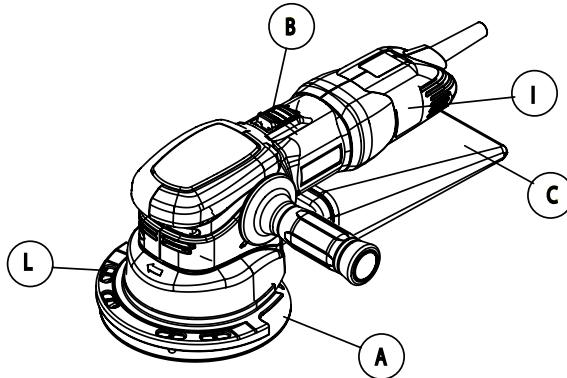
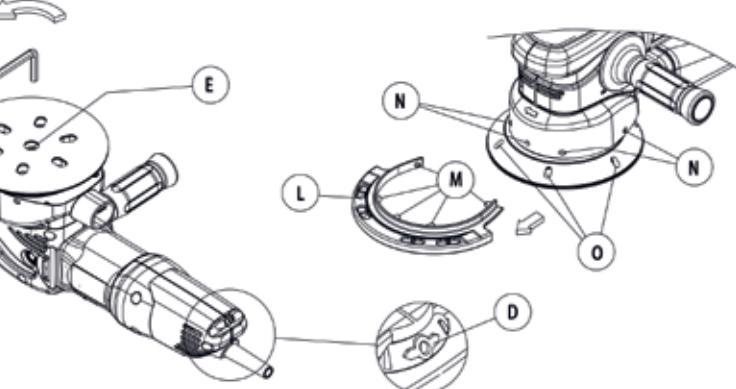

Fig. 1
Fig. 2
El protector plato (L Fig. 1 y 2), esta ideado para evitar que el plato (A) toque la superficie lateral de trabajo y se produzca un rebote en la máquina, también permite alargar la vida del plato evitando choques continuos y repetidos. El montaje se realiza anclandolo de izquierda a derecha haciendo coincidir las mechas (M Fig. 2) en los alojamientos (N Fig. 2) de la campana. Para su extracción deberá realizarse la operación inversa.
El plato blando (A) tiene 6 marcas equidistantes (O, Fig. 2) repartidas en la superficie que permiten visualizar el control de la máquina para realizar trabajos de máquina orbital.
Para realizar trabajos tipo orbital, deberá combinar la regulación de la velocidad en posición "0" (D, Fig. 2) y la presión de la máquina ejercida sobre la la superficie a trabajar. Se percibe cuando la maquina esta lijando en modo orbital al comprobar que las marcas (O) del plato quedan congeladas visualmente (efecto estroboscopico), consiguiendo un desbaste, dependiendo el material a trabajar.
Situar el disco abrasivo sobre el plato "A" (Fig. 1) y colocarlo haciendo coincidir sus agujeros con los agujeros del plato. Si el plato es de base adhesiva, separar con precaución el papel protector del disco con objeto de no ensuciar su parte adhesiva y presionar sobre el disco para conseguir una perfecta adherencia.
Antes de conectar la máquina a la red, comprobar que la tensión de alimentación es la misma que la indicada en la chapa de características. Mantener firmemente sujetada la máquina, y presionar hacia delante el pulsador "B" (Fig. 1) el cual se quedará enclavado en la posición de marcha. Para parar la máquina presionar simplemente sobre la parte trasera del pulsador y este retornará automáticamente a su posición de reposo.
Poner la máquina sobre la superficie de trabajo y efectuar los desplazamientos precisos para conseguir la calidad de acabado deseada. No es necesario efectuar una gran presión sobre la máquina durante el trabajo, ya que los mejores acabados se consiguen con el propio peso de la máquina. La regulación electrónica de la velocidad, permite trabajar a la velocidad idónea para cada superficie y abrasivo, lo que resulta especialmente conveniente para el lijado de materiales termosensibles, que requieren velocidades de lijado reducidas. Para la regulación de la velocidad, hacer girar el botón "D" a la velocidad de trabajo que se requiera (Fig. 2).
Extraer el protector plato (L Fig. 2) antes de cambiar el plato (A)
Desprender el disco abrasivo del plato blando (A) (Fig. 2), y quitar el tornillo "E" mediante la llave ALLEN e/c: 6 mm suministrada con el equipo.